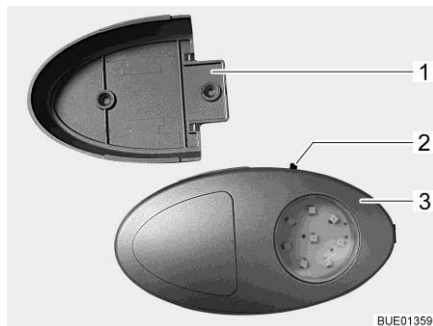

Bild 86 Klädskåpslampa/ficklampa
- ▷ Klädskåpslampan kan dras ut från skruvhållaren (Bild 86,1) och användas som ficklampa.
På-/av-brytaren (Bild 86,2) sitter direkt på klädskåpslampan (Bild 86,3).